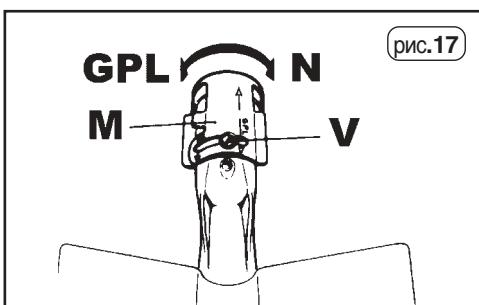

рис.17
Горелка расположена в основании духовки и закрыта днищем, которое при использовании духовки должно обязательно находиться в таком положении. Для регулировки первичного потока воздуха зажгите горелку и, наблюдая за пламенем, ослабьте винт (V) и, поворачивая муфту (M) установите имеющийся на ней указатель соответственно винту (V), как описано ниже (см. рис. 17):